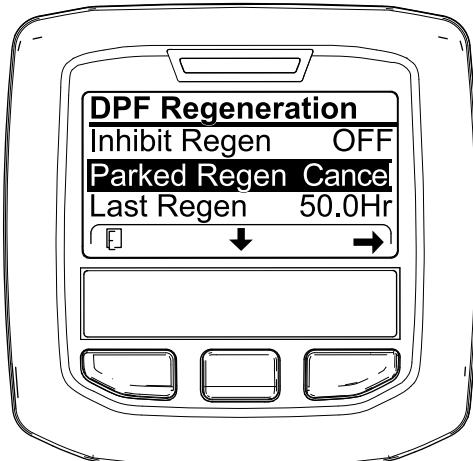

Рисунок 58
- Перейдите к меню регенерации DPF (Рисунок 58).
- Нажмите среднюю кнопку, чтобы перейти вниз к опции PARKED REGEN CANCEL (Отмена стационарной регенерации) (Рисунок 58) или к опции RECOVERY REGEN CANCEL (Отмена восстановительной регенерации) (Рисунок 59).
- Нажмите правую кнопку для выбора опции Regen Cancel (Отмена регенерации) (Рисунок 58 или Рисунок 59).